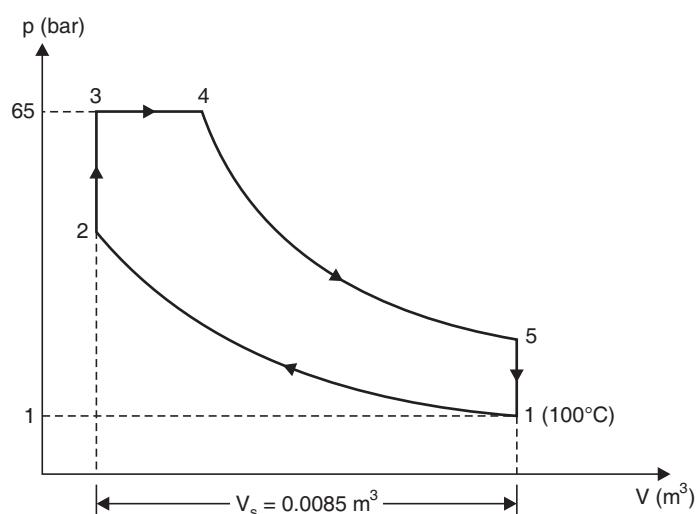

Fig. 4.24
**Solution.** Refer to Fig. 4.24.